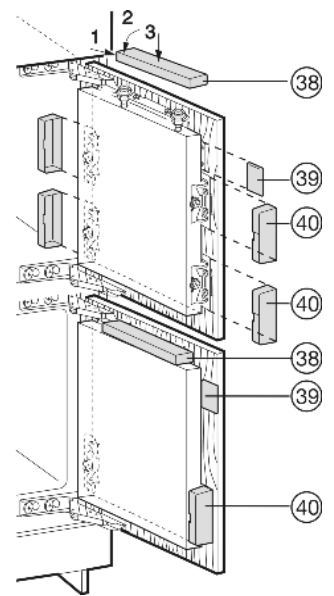

Fig. 27
- ▶ Bovenste afdekking Fig. 27 (38) plaatsen en vastklikken.
- ▶ Afdekking aan de zijkant Fig. 27 (39) plaatsen, tot aan de aanslag schuiven, dan de afdekking vastdrukken tot die hoorbaar vastklikt.
- ▶ Afdekkingen Fig. 27 (40) opzij erop schuiven, dan met een schroevendraaier naar voren trekken, zodat ze vastklikken.